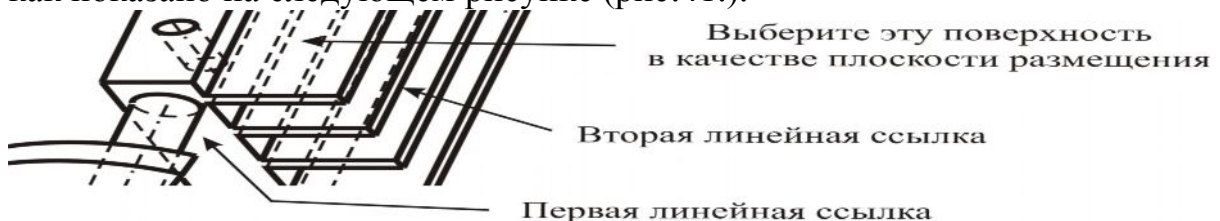

Рис.41. Создание третьего отверстия
4. Для первичной привязки, выберите верхнюю поверхность первого ребра, как показано на следующем рисунке (рис.41.).